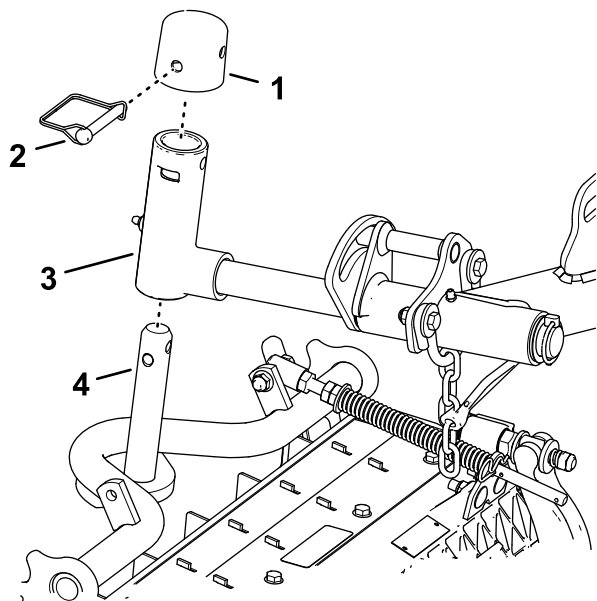

Figura 25
1. Glisai o unitate de tăiere sub braul de ridicare (Figura 25).
Blocarea pivotului unității de tăiere pentru tăierea ierbii în rampă- Blocai pivoii unității de tăiere pentru a preveni rotirea unităților de tăiere în pantă, atunci când tăiai iarba într-o zonă deluroasă. Folosii orificiul de pe axul pivot al braului de ridicare (Figura 25), pentru a bloca unitatea de tăiere. Folosii fanta pentru o unitate de tăiere cu sistem de direcție.